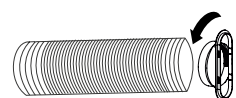

Fig. 3
- 2** Ziehen Sie das andere Ende des Schlauchs aus und schrauben Sie es an den Schlauchauslass (Abb. 3).